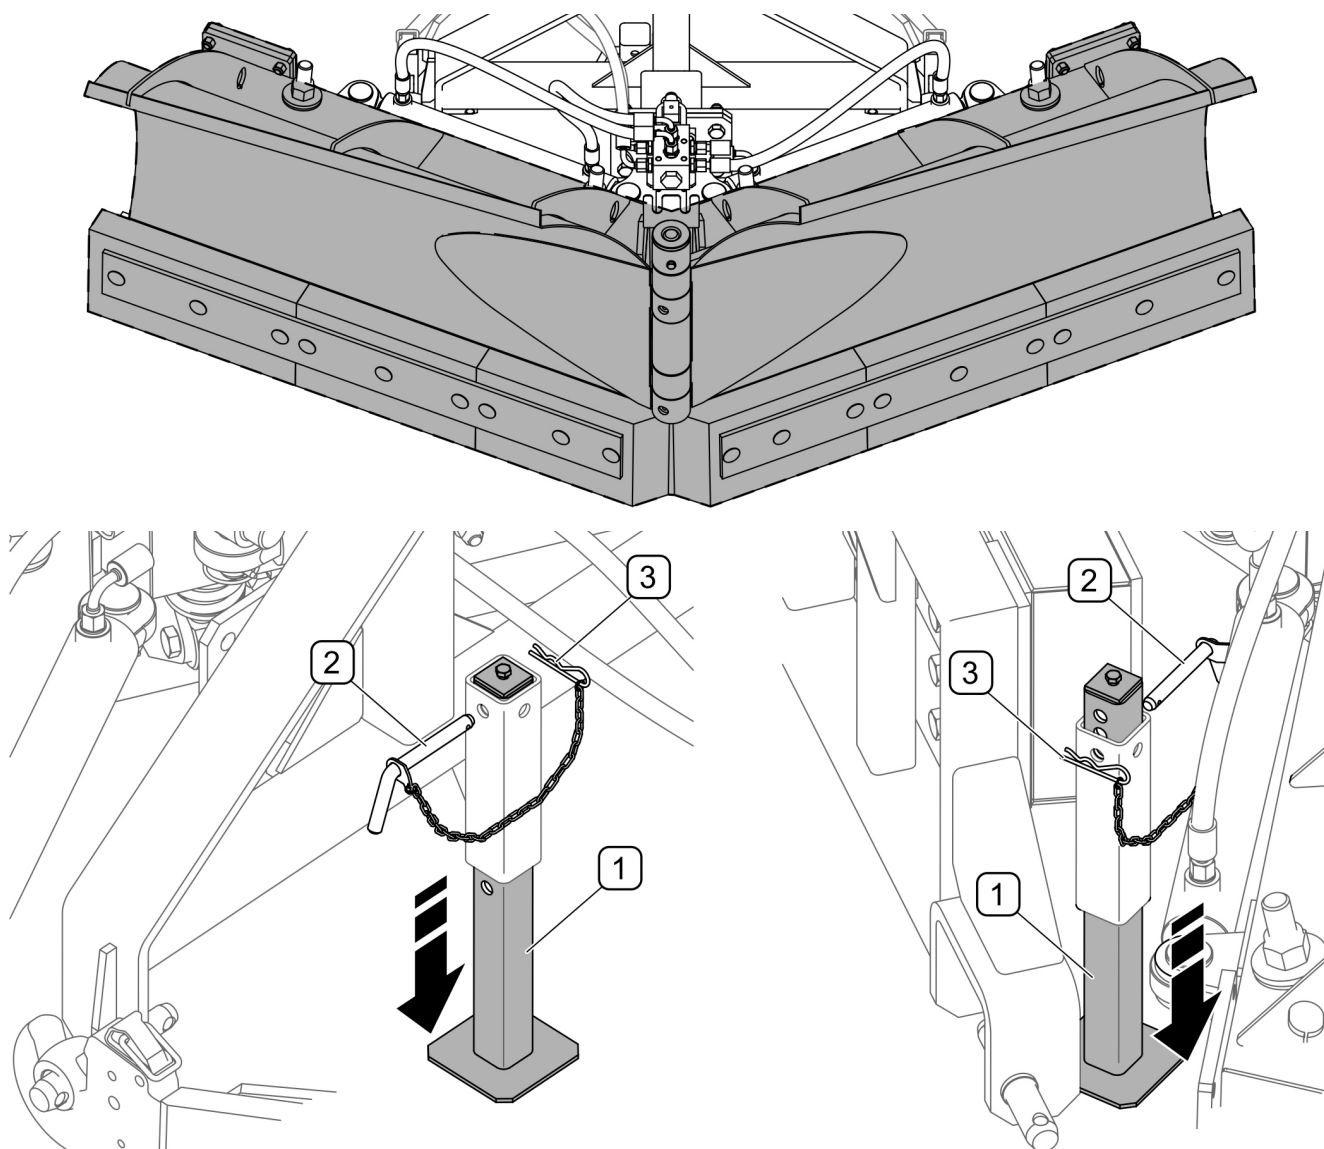
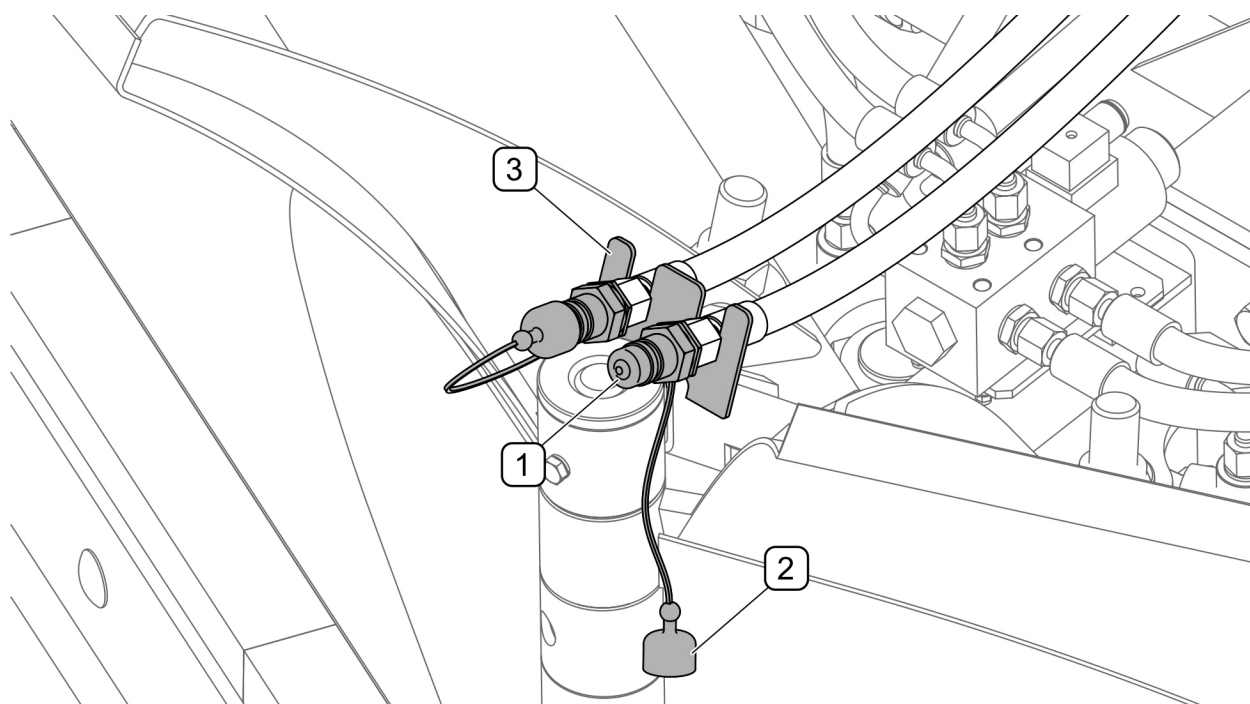

FIGURA 4.11 Desconectar del tractor
FIGURA 4.12 Protección de los tapones de las tomas hidráulicas
- Coloque el arado de forma que las rejas queden plegadas hacia atrás (FIGURA 4.11)
- retire el pasador de aleta (3) y el perno (2), baje la pata de apoyo (1) (si está presente), ajústela a la altura adecuada y bloquéela.
- tapones de conexión rápida de las líneas hidráulicas contra la contaminación e insértelos en los lugares apropiados en el soporte del bastidor (FIGURA 4.12)